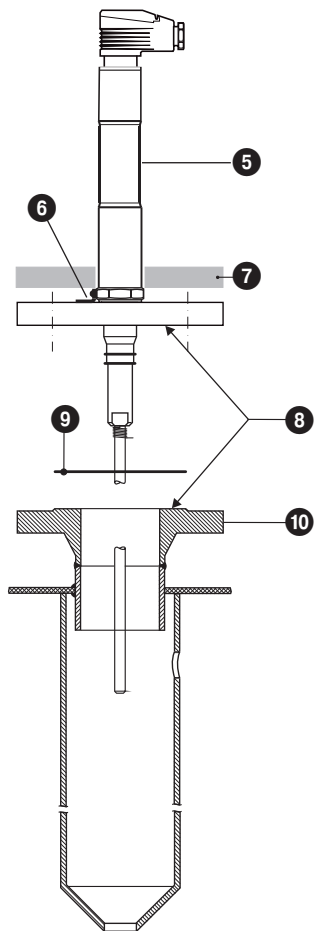

Fig. 4
6. Dichtsitz prüfen. **Fig. 4**
7. Flanschdichtung ⑨ auf den Anschlussstutzen ⑩ legen. **Fig. 4**